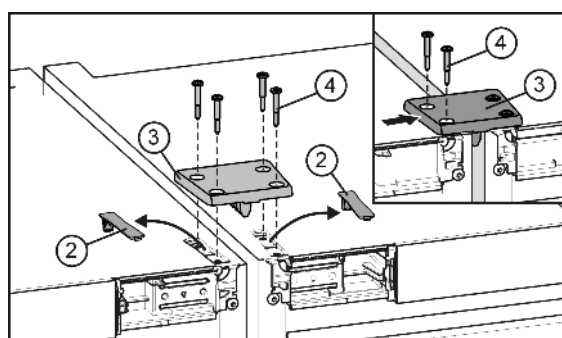

Fig. 5
- ▶ Snemite in odstranite pokrove Fig. 5 (2).
- ▶ Namestite povezovalno ploščo Fig. 5 (3) in jo z dvema vijakoma ohlapno privijte Fig. 5 (4) na en aparat.